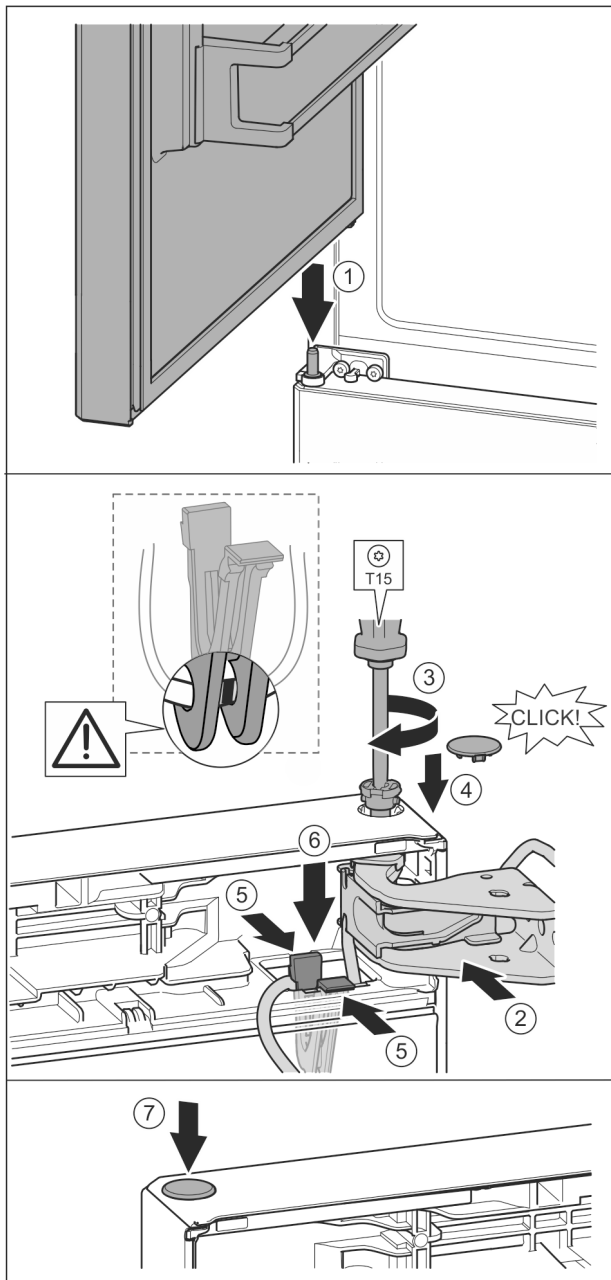

Fig. 36
- ▶ Horní dveře usadte na prostředním ložiskovém čepu. *Fig. 36 (1)*
- ▶ Dveře nahoře vyrovnejte s otvorem ve stojanu ložiska. *Fig. 36 (2)*
- ▶ Vložte čep a pevně jej utáhněte šroubovákem T15. *Fig. 36 (3)*
- ▶ K zajištění dveří namontujte bezpečnostní kryt: Bezpečnostní kryt nasadte a zkontrolujte, zda přiléhá na dveře. V opačném případě čep zcela zasaňte. *Fig. 36 (4)*
- ▶ Držák s upevněným kabelem vložte do otvoru. *Fig. 36 (5)*
- ▶ Tlačte držák dolů, až lamela zapadne. *Fig. 36 (6)*
- ▶ Vložte zátku. *Fig. 36 (7)*